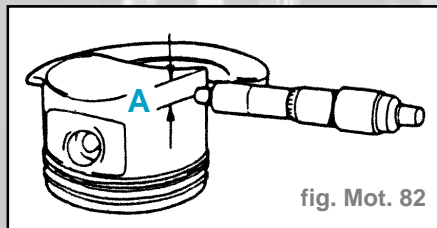

fig. Mot. 82
- Mesurer au micromètre le diamètre piston à une distance A = 7 mm du bord intérieur du piston et à 90° de l'axe piston (fig. Mot. 82).